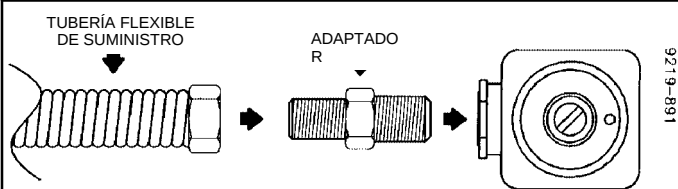

FIGURA 4
(Vea la figura 4)
4. Deslice la estufa hacia delante para desgancharla del soporte estabilizador. (Vea la figura 4.)